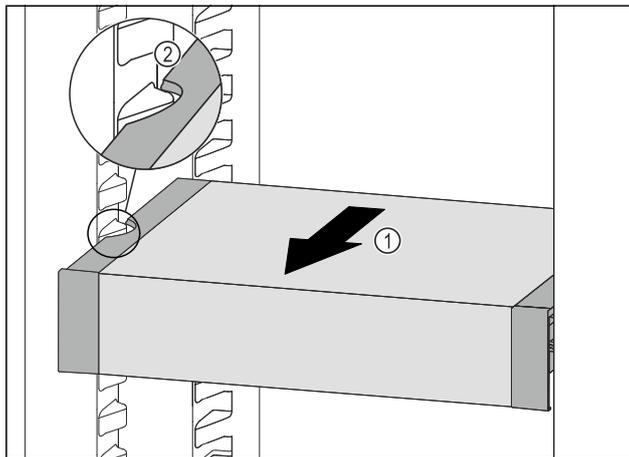

Fig. 142
- ▶ Tirer le VarioSafe vers l'avant Fig. 142 (1) jusqu'à ce que les encoches latérales du VarioSafe se trouvent au niveau de la nervure du bac dans la partie réfrigérateur.
- Fig. 142 (2)